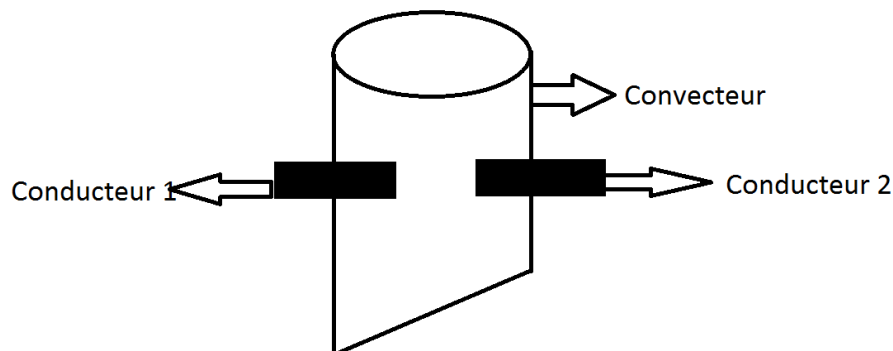

FIGURE 11
- Changer d'emplacement les conducteurs et mieux les isoler. Pour cela il faudrait deux conducteurs situés l'un en face de l'autre dans le convecteur (voir figure 11) séparés par l'air lorsqu'ils ne sont pas immergés. Cela permettra d'avoir une fiabilité du système à 100% !